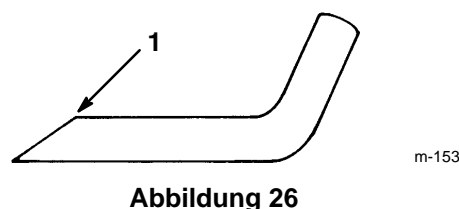

Abbildung 26
6. **SCHÄRFEN DES MESSERBALKENS** – Mit einer Feile die Oberseite des Messerbalkens so schärfen, daß der ursprüngliche Schnittwinkel beibehalten wird (Abb. 26). Der Messerbalken bleibt ausgewuchtet, wenn von beiden Schneidkanten die gleiche Materialmenge entfernt wird.